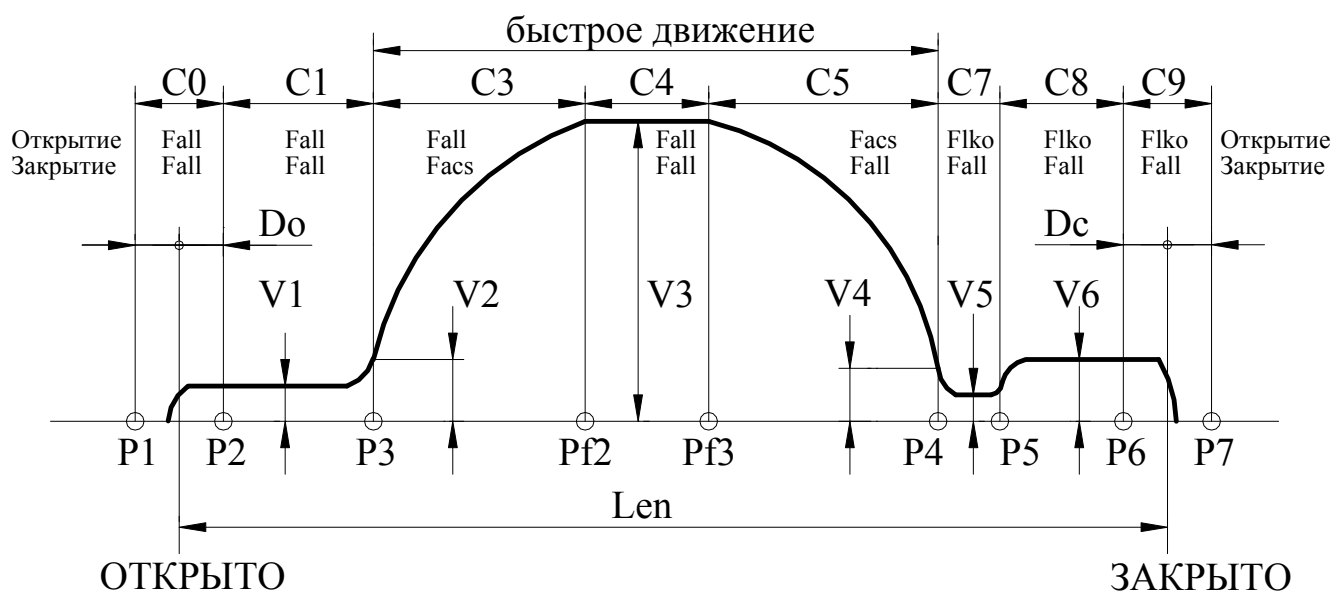

Рис.5. Траектория движения.
- **E0L** – переезд зоны полного открытия (**C0, рис.5**) или полного закрытия (**C9, рис.5**). *Синхронизация* в этом случае выключается. Ошибка сбрасывается при смене кода направления вращения, но затем необходимо провести *синхронизацию* заново. При повторном неоднократном возникновении данной ошибки нужно провести **измерение проема**, если затем эта ошибка все равно будет возникать, необходимо проверить механику привода.
- **C_err=TP.61** – участок движения (**рис.5**), на котором произошла ошибка при наличии синхронизации, **C_err=11** при отсутствии синхронизации.
3.9.1. Рис.5, на котором показана траектория движения, отслеживаемая Устройством, поясняет назначение многих параметров, рассмотренных ниже. На рис.5 отображено также распределение сил на участках траектории отдельно при открытии и при закрытии (при переходе в режим удержания устанавливается соответствующая сила удержания).
- Если $Var_sl=1$, то точка препятствия запоминается и происходит замедление скорости движения при подходе к точке препятствия до $Vbar$. При отсутствии препятствия в том же месте, дальнейшее движение происходит по кривой, указанной на **рис.5**.
3.9.7.14. **ТР.2D** – C_vko (мм) – дополнительное смещение точки **P2** (**рис.5**) для расширения диапазона удержания сигнала ВКО.
3.9.7.15. **ТР.2E** – C_vkz (мм) – дополнительное смещение точки **P6** (**рис.5**) для расширения диапазона удержания сигнала ВКЗ.